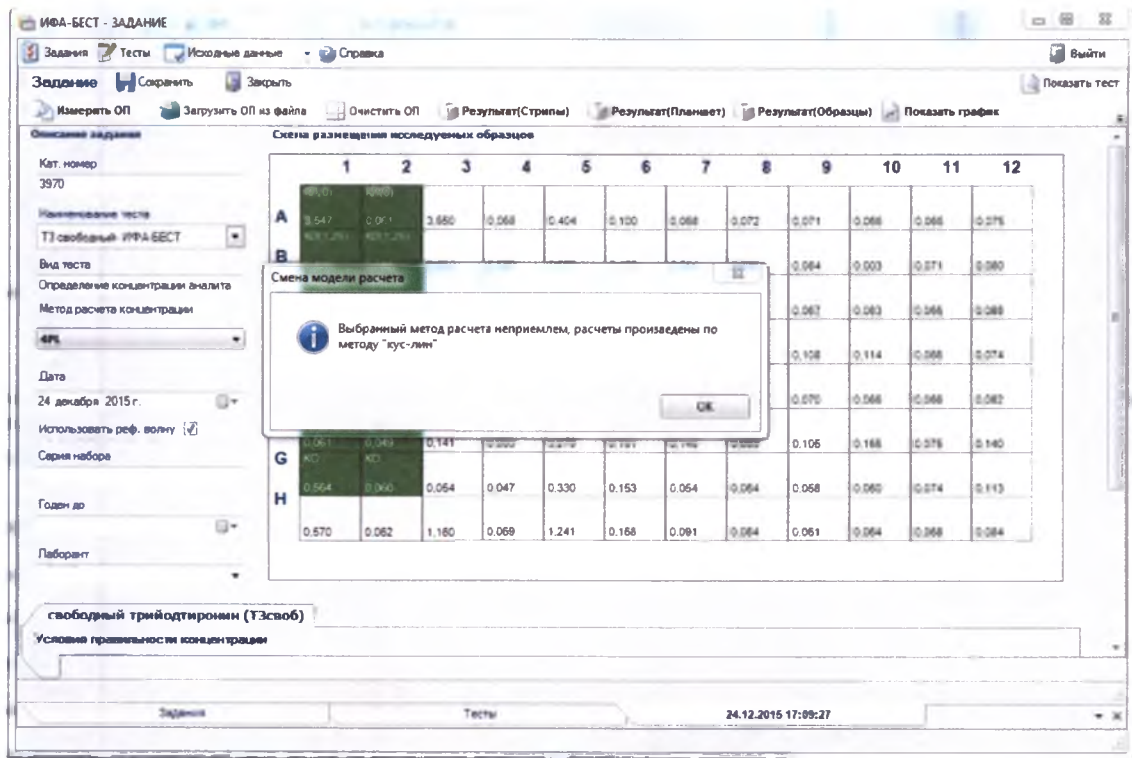

Рисунок 13
6.7.2 Далее эти калибровки могут быть использованы в окне «Задание» (см. рисунок 13). Для тестов на определение концентрации аналита после замера данных в колонке «Описание задания» появляется выпадающий список «Метод расчета концентрации». В нем можно выбрать метод, по которому будет рассчитана концентрация – кусочно-линейный, 4PL, 5PL. Если выбран метод 4PL или 5PL, и после измерения данных расчет по данным метода неприемлем, автоматически выбирается кусочно-линейный метод расчета.